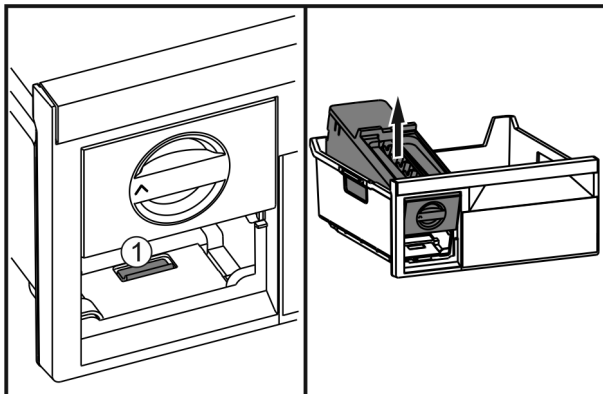

Fig. 40
- ▶ Appuyer sur la languette Fig. 40 (1), soulever l'EasyTwist-Ice depuis l'arrière et le faire sortir du tiroir de congélation.